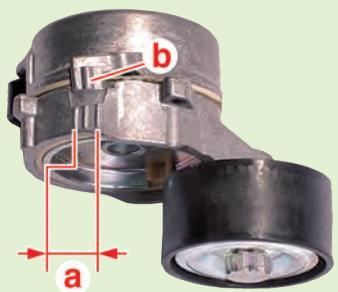

Fig.1
- le repère (b) du galet tendeur se trouve hors de la zone (a) (Fig.1).